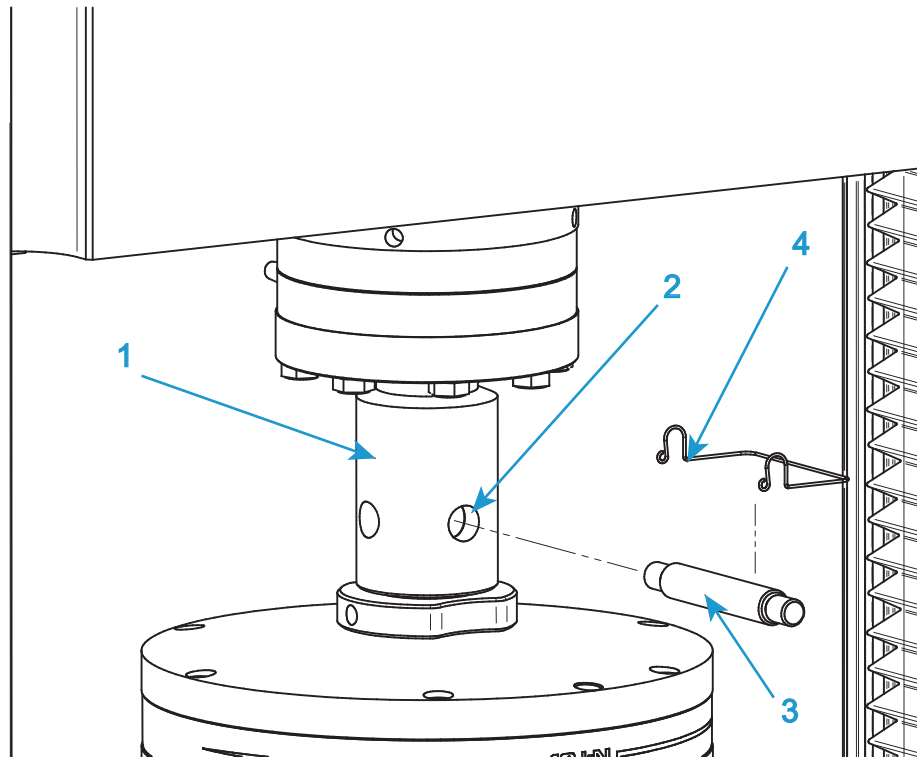

Figura 25. Instalación de mordaza típica
Consulte la Figura 25 en la página 116 cuando siga este procedimiento.
1. Para la mordaza superior, inserte el adaptador de la mordaza en el casquillo de abrazadera hembra (1 en Figura 25) del adaptador de la célula de carga.
2. Alinee los orificios de la abrazadera (2 en Figura 25) e inserte el pasador (3 en Figura 25) a través de los orificios.
3. Sujete el pasador de la abrazadera en su sitio mediante la presilla del pasador de abrazadera (4 en Figura 25).